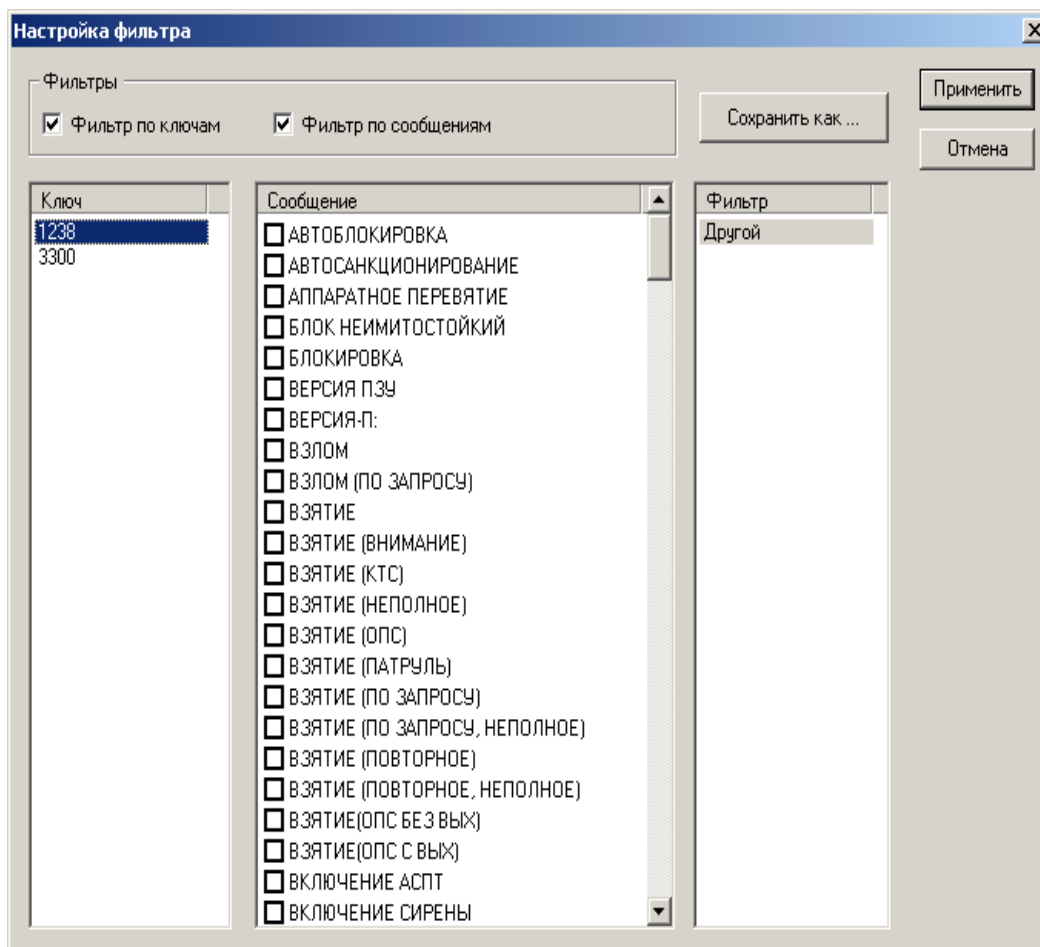

Рисунок 3.13. Окно «Настройка фильтра»
Фильтр	Позволяет установить фильтр, в соответствии с которым будет производится отбор сообщений (рисунок 3.13)
2. Выберите пункт **Фильтр**. Будет открыто окно **Настройка фильтра** (рисунок 3.13).